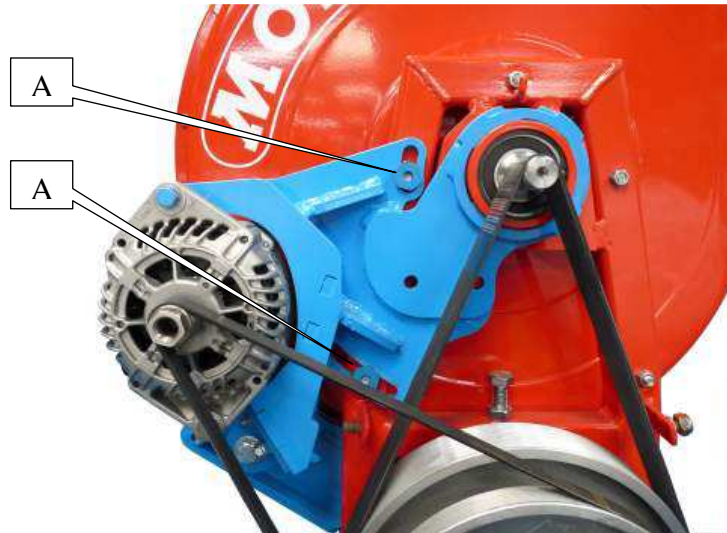

Fig. 2
- Desserrer les deux écrous arrière (A - fig. 2)
- Unscrew the two rear nuts (A - fig. 2)
- Die beiden hinteren Muttern lösen (A - Abb. 2)